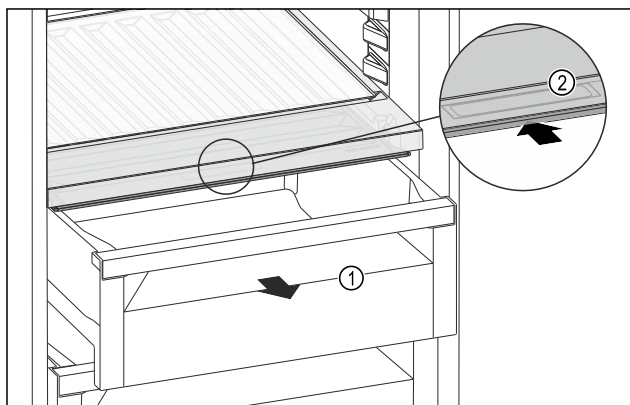

Fig. 124
- ▶ Extraer el compartimento Fig. 124 (1).
- ▶ Agarrar el tirador empotrado Fig. 124 (2) en la tapa del compartimento y tirar de la tapa del compartimento hacia atrás al mismo tiempo.